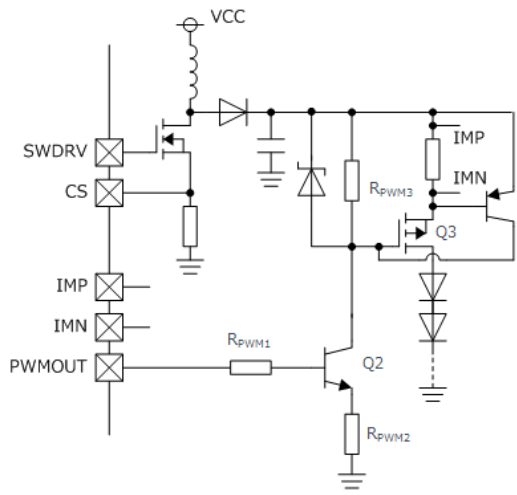

Figure 22. LED アノード地絡保護外付け回路
- ① VCC > 4.25 V (Typ)で UVLO が解除される。
- ② IMP-IMN 端子電圧が 200 mV になるように上昇する。
- ③ スwitching Duty が徐々に広がり、IMP-IMN 端子間電圧が 200 mV でスウィッチング Duty が安定する。
- ④ 出力電圧 V_{OUT} が安定する。
- ⑤ LED のアノードを GND ショートする。
- ⑥ IMP-IMN ≥ 0.3 V (Typ)になり、出力地絡地絡検出 SCP を行い、SWDRV / PWMOUT = Low になり、SS 端子を放電し、FAIL 端子も High⇒Low へ変化する。
- ⑦ 一度、SCP 検出すると TDISC に接続されたコンデンサへ充電(11 μA (Typ))が開始され、V_{TDISC} が 1.0 V (Typ)になるまで上昇します。
- ⑧ V_{TDISC} ≥ 1.0 V (Typ)になると、SCP 検出が解除され、TDISC に接続されたコンデンサの放電が開始され、SS 端子の充電、SWDRV / PWMOUT は正常に動作します。
- ⑨ V_{TDISC} ≤ 0.3 V (Typ)で SCP 条件を満たしていれば、⑥からの状態が再度動作し、また SCP 条件を満たしていなければ正常動作を行います。
LED アノード地絡時には上記のような動作を行います。IMP 端子と IMN 端子の電位差で SCP 検出しても、検出後から LSI 内部回路の遅延時間などあり PchMOS をオフさせるまでに時間を要するため、過渡的に PchMOS の許容電流を超えてしまう可能性があります。(上記タイミングの⑧でも超える可能性があります。)そこで Figure 22 のように外付けに PNP Tr 追加することで高速に PMOS をオフすることが可能です。